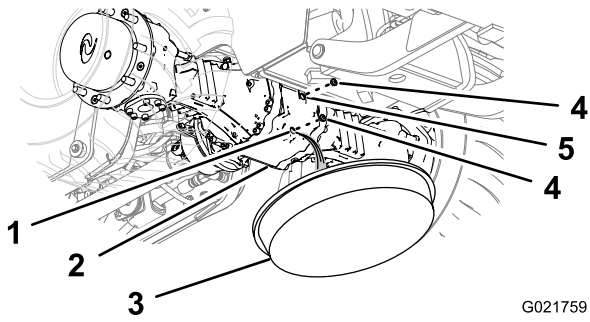
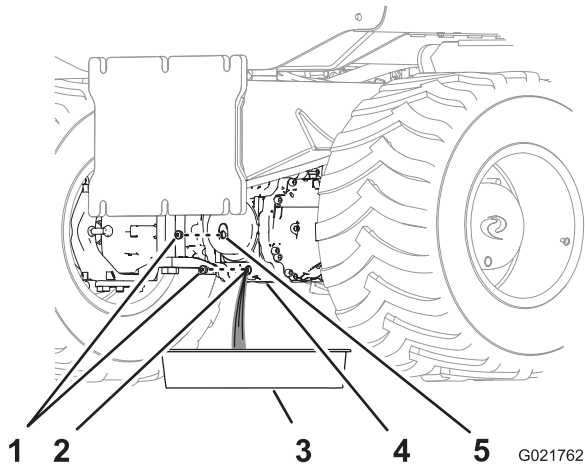

Bild 68
Bild 69
1. Stellen Sie eine Auffangwanne unter das Ritzelgehäuse der Achse (Bild 68 und Bild 69).
- Entfernen Sie den Schraubenaus der Schauglasöffnung und der Ablassöffnung im Ritzelgehäuse (Bild 68 und Bild 69).